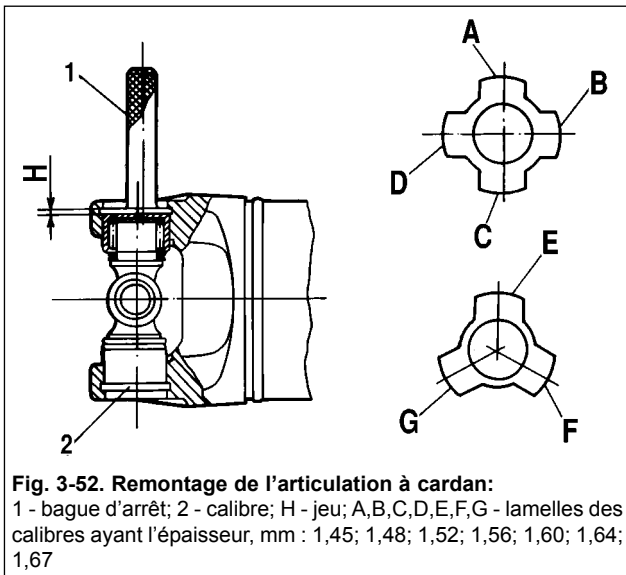

Fig. 3-52. Remontage de l'articulation à cardan:
- écarter la vieille graisse devenue consistante; lubrifier la superficie intérieure des boîtiers des roulements par le lubrifiant №158 ou «Фюл-2У» (de 0,8 à 1,2 g à tout roulement). Eviter à enduire de la graisse sur la branche du croisillon afin d'écarter la formation du matelas d'air lors du montage. Engager le croisillon dans les orifices des chapes. Enfoncer à force un roulement dans un orifice d'une chape et mettre dans un dégagement la bague d'arrêt 1 (fig. 3-52), dont l'épaisseur est de 1,56 mm. Enfoncer à force le deuxième roulement dans un autre orifice d'une chape jusqu'à que le roulement opposé ne s'appuie contre le bout de la bague d'arrêt. Un effort d'enfoncement sous presse ne doit pas dépasser 15000 N (1500 kgf).
En utilisant deux différentes jauges 2 (fig. 3-52) à 4 et à 3 pétales de différentes épaisseurs, trouver ce pétalle qui rentre étroitement dans le jeu H se trouvant entre le fond du roulement et l'about du dégagement de chape, et installer la bague d'arrêt de la même épaisseur que le pétalle choisi.